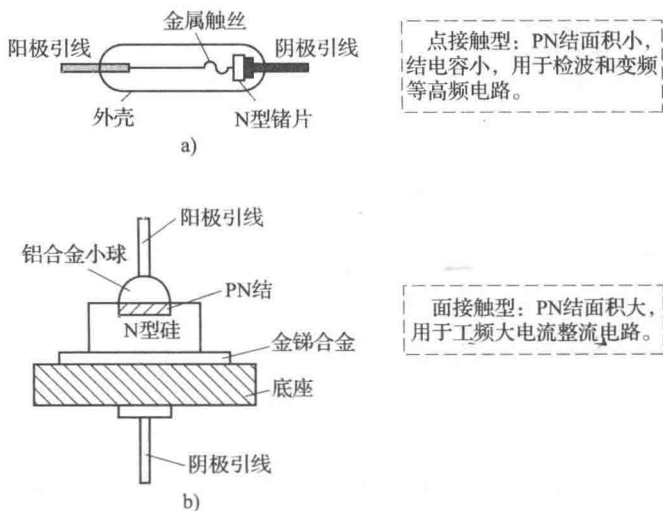

图 1—1—7 点接触型、面接触型二极管的结构示意图及特点
(1) 按材料分类, 有硅二极管和锗二极管等。
(2) 按二极管的结构分类, 有点接触型二极管和面接触型二极管 (键型二极管、合金型二极管、扩散型二极管、平面型二极管、台面型二极管) 等, 如图 1—1—7 所示。